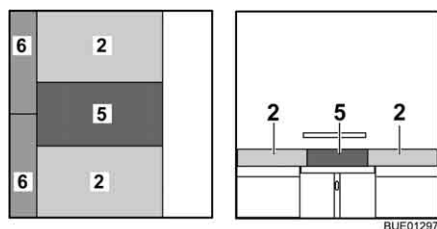

Fig. 125 Après la transformation
- Placer le coussin supplémentaire (Fig. 125,5) entre les coussins d'assise sur la table.
- Placer les coussins supplémentaires (Fig. 125,6) entre les coussins d'assise et la cloison.